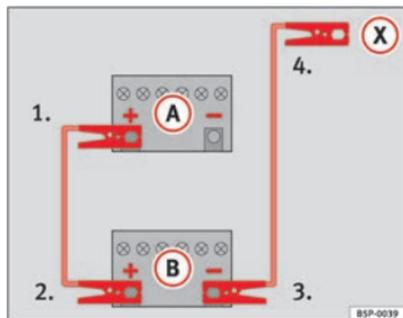

Fig. 151 Schéma de branchement des câbles de démarrage
Sur la ⇒ fig. 151, la batterie déchargée est repérée par la lettre **(A)** et la batterie fournissant le courant par la lettre **(B)**.
1. Raccordez une extrémité du câble de démarrage rouge à la borne positive ⇒ fig. 151 **(+)** du véhicule dont la batterie est déchargée ⇒ **(!)**.